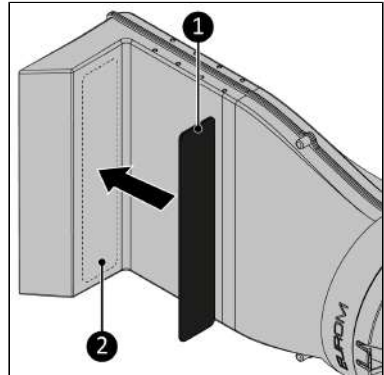

Abbildung 107.
4. Kleben Sie den 30 x 290 mm Anti-Rutsch-Schaumstoff (Abbildung 107, Pos. 1) auf die Innenseite des Window Way-out (Abbildung 107, Pos. 2).